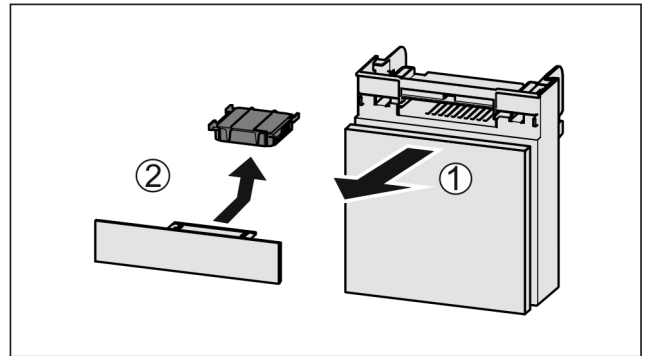

Fig. 169
- ▶ 向前拉出 Fig. 169 (1) 抽屉。
- ▶ 取出 Fig. 169 (2) 活性炭过滤器。